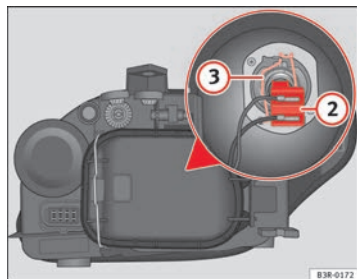

Fig. 209 Feux de croisement
- Retirez le connecteur ⇒ fig. 209 ② de l'ampoule.
- Décrochez le ressort entrebâilleur ⇒ fig. 209 ③ en le pressant vers l'intérieur et vers la droite.